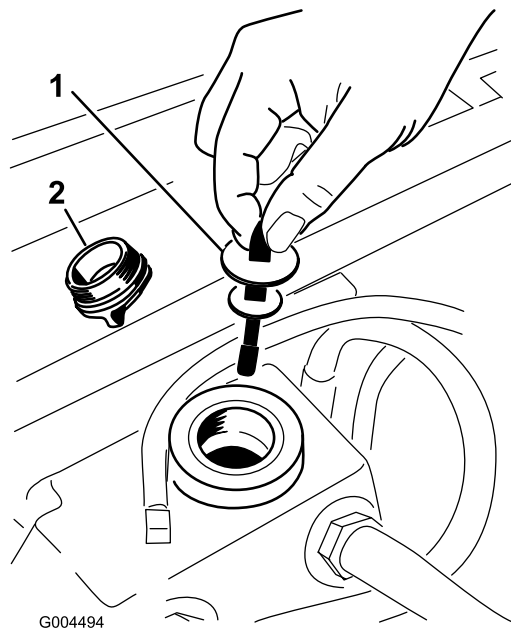

Figura 61
5. Togliete il tappo di riempimento del fluido idraulico dal collo del bocchettone (Figura 61).
6. Togliete l'asta di livello ed asciugatela con un panno pulito (Figura 61).
7. Inserite l'asta di livello nel collo del bocchettone, quindi estraetela e controllate il livello del fluido (Figura 61).